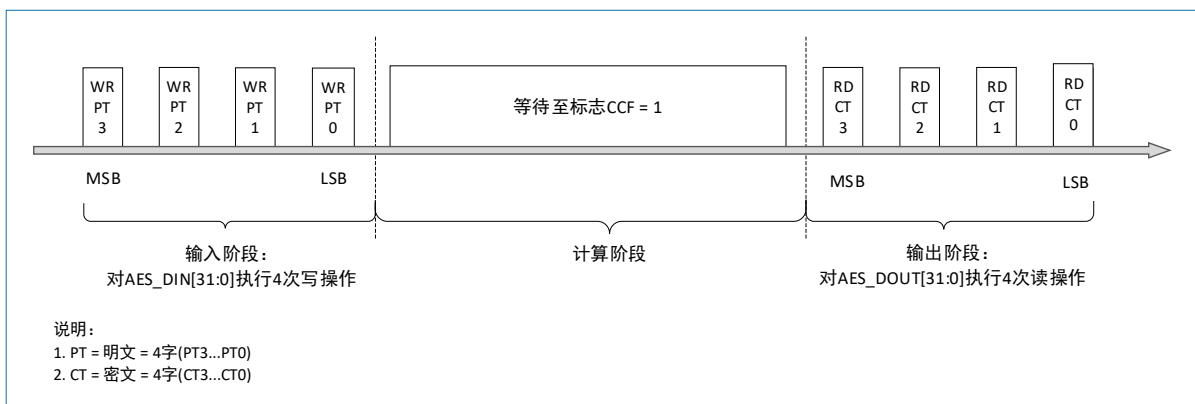

图 28-4 模式 1: 加密
4. 对 AES_DINR 寄存器执行 4 次写入操作，以输入明文 (MSB 优先)，如图 28-4 所示。
6. 对 AES_DOUTR 寄存器执行 4 次读取操作，以获取密文 (MSB 优先)，如图 28-4 所示。